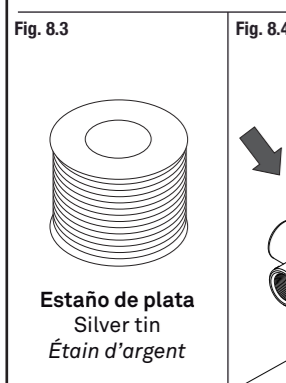
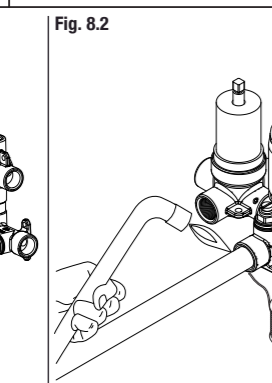
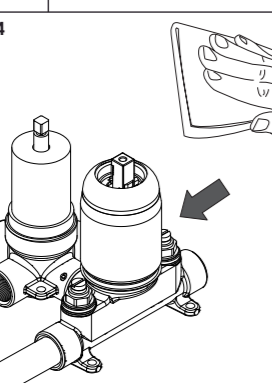

Fig. 8.3
Fig. 8.2
Fig. 8.4
- 4) Realizar la soldadura antes de su colocación en la pared (Fig. 8.2) con estaño de plata (Fig. 8.3). Enfriar con un paño húmedo las zonas de los cartuchos (indicadas con flechas) cada vez que se suelde (Fig. 8.4).
- 4) Perform the welding before the placement in the wall (Fig. 8.2) with silver tin (Fig. 8.3). Please cool the areas nearby cartridges (indicated with arrows) with a damp cloth each time you weld.
- 4) Effectuez le soudage avant de le placer sur le mur (Fig. 8.2) avec de l'étain argenté (Fig. 8.3). Refroidissez avec un chiffon humide les zones des cartouches (indiquées par des flèches) à chaque soudage (Fig. 8.4).